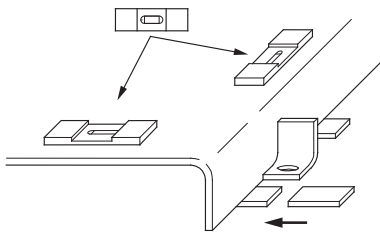

Fig. 8: Základovú dosku nivelujte a vyrovnajte
- Položte základovú dosku a v oboch smeroch ju spolu s prídavnými vyrovnávacími podložkami nivelujte (pozri Fig. 8).
- Kompletný agregát pri inštalácii na základový podstavec vyrovnajte pomocou libely (na hriadelí/výtlačnom hrdle) (pozri Fig. 8). Základová doska by mala byť umiestnená vodorovne s toleranciou 0,5 mm na jeden meter.